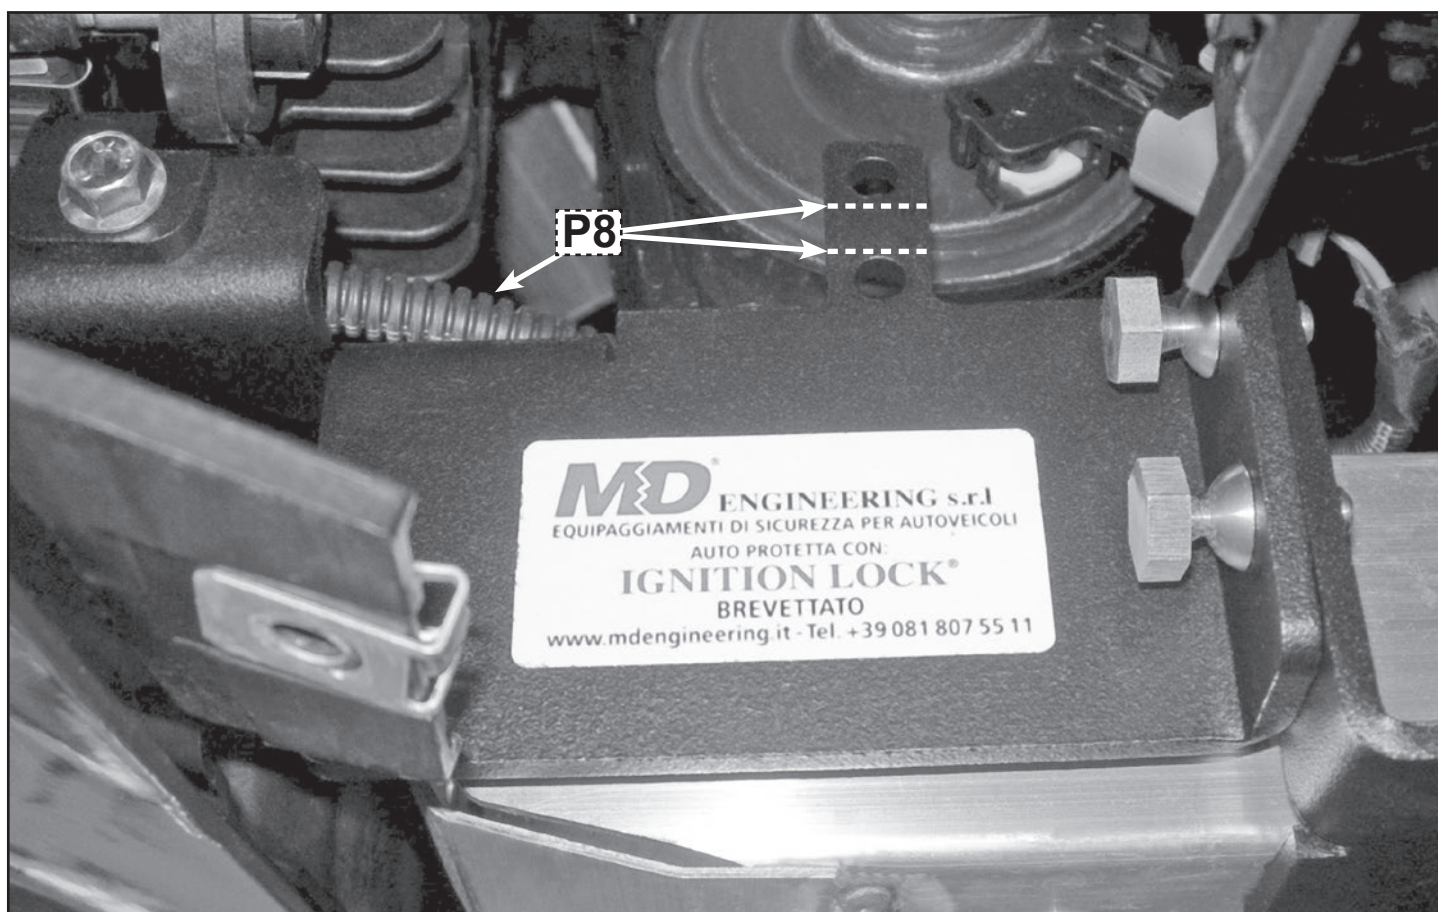

FIGURA 17
- **Nella figura 17** posizionare il cavo all'interno della staffa **A2** e fissarlo con la fascetta **A10** in dotazione, per evitare che i malintenzionati possano strapparla dal connettore (vedi punto **P8**).